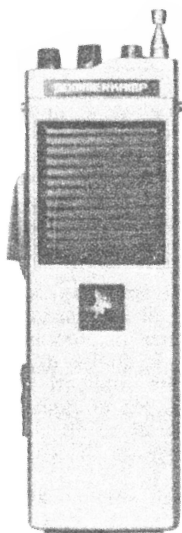

Fig. 10.1.1 - Radioricetrasmittitore del tipo « manuale », chiamato anche « Walkie-Talkie ».
10.1.1 Il tipo portatile, alimentato a batteria, vedi fig. 10.1.1. È molto adatto agli usi di tipo industriale. In radiotecnica serve principalmente agli installatori di antenne, per le comunicazioni fra l'installatore che opera sul tetto (ricerca del punto migliore di ricezione allo scopo di evitare riflessioni, zone d'ombra ecc.) e il tecnico che controlla sul televisore il risultato migliore.